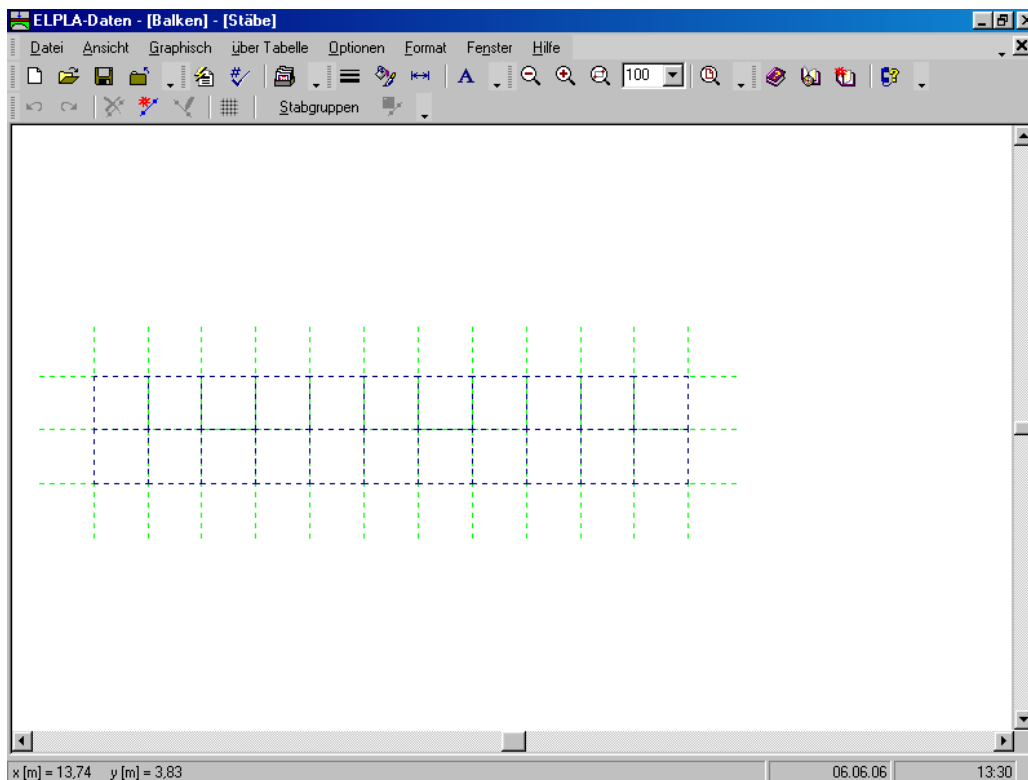
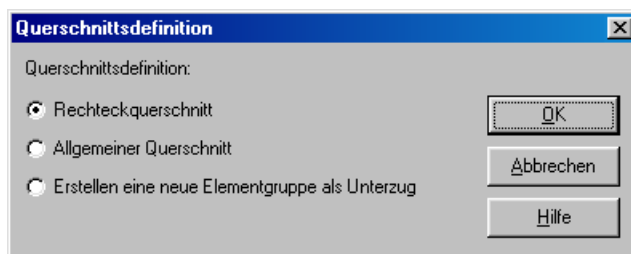
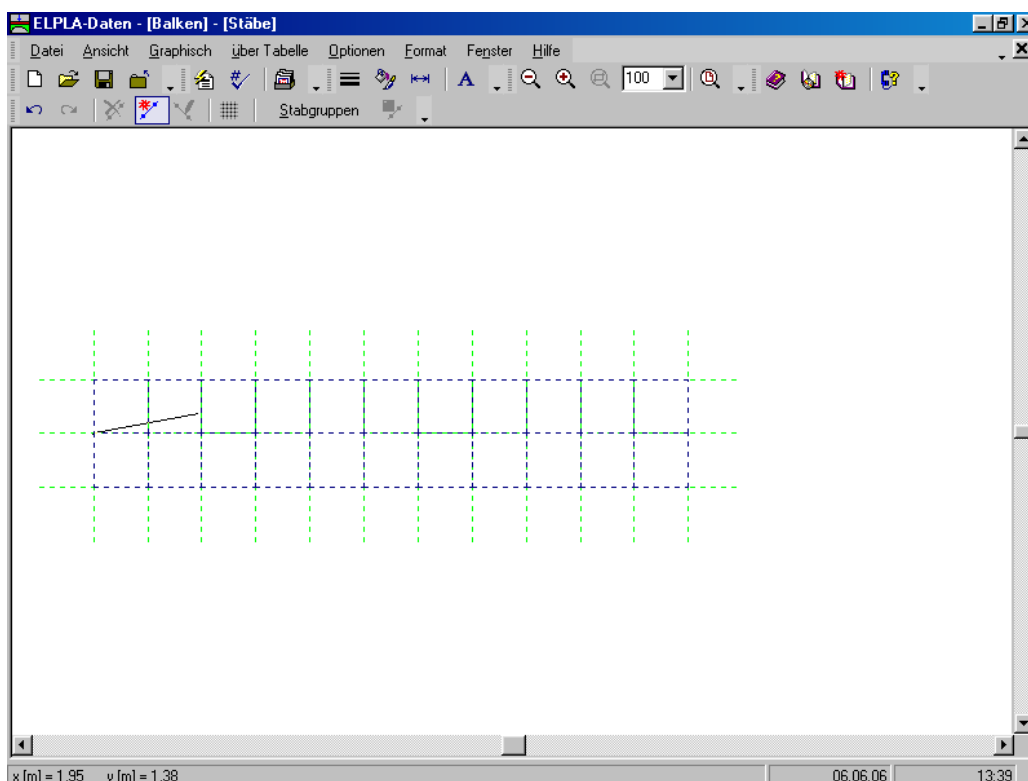
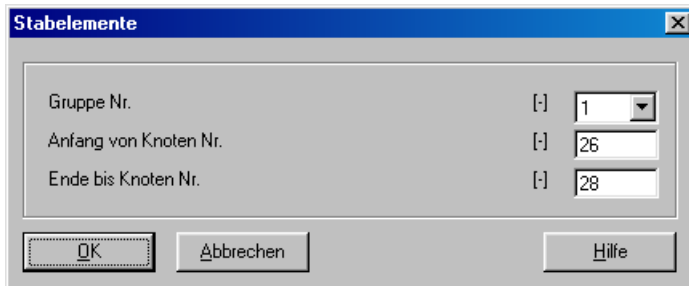

Bild 8-11 Eingebettetes Programm "Stäbe"
Bild 8-12 Optionsfeld "Querschnittsdefinition"
Bild 8-14 Einfügen des ersten Stabs mit der Maus
Bild 8-15 Dialogfeld "Stabelemente"
- Wählen Sie "Daten der Stäbe" aus dem "Daten"-Menü des *ELPLA-Daten*-Fensters. Damit erscheint das folgende Menü, Bild 8-11
- Wählen Sie im Fenster von Bild 8-11 den Befehl "Beschreibung der Stabgruppen" aus dem Menü "über Tabelle". Das folgende Optionsfeld im Bild 8-12 erscheint
- Wählen Sie "Stäbe einfügen" aus dem Menü "Graphisch" im Bild 8-11, der Cursor wechselt vom Pfeil zum Kreuz. Klicken Sie die linke Maustaste auf den Anfangsknoten des ersten Stabs und schleifen mit der Maus bis zum Endknoten (Bild 8-14), dann klicken Sie auf dem Endknoten. Das Dialogfeld "Stabelemente" (Bild 8-15) erscheint